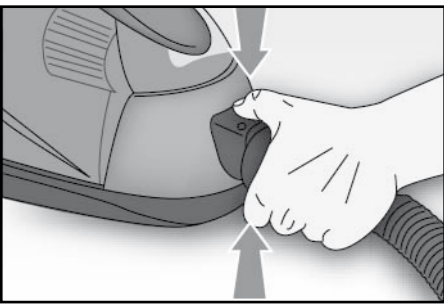

Fig. 2
- Inserire il manicotto (14) nell'apertura di entrata dell'aria (6) e premerlo finchè non si blocca a scatto. Per rimuoverlo, è necessario premere contemporaneamente i due pulsanti di sblocco (2) ed estrarlo (Fig. 2).